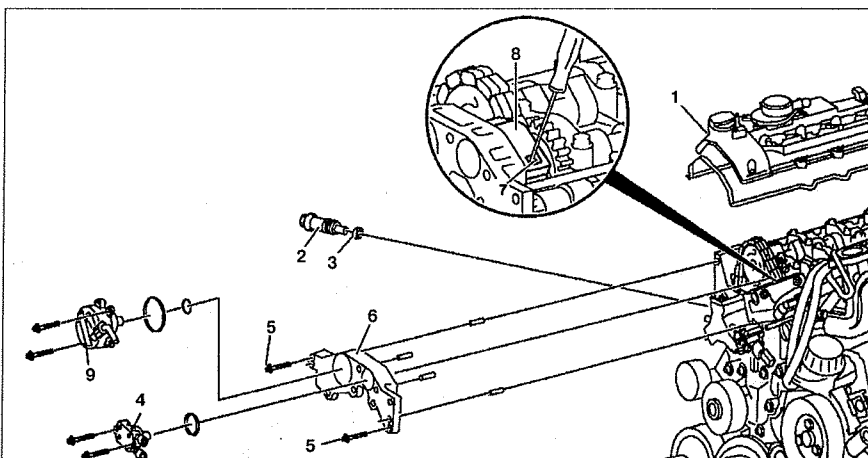

Рис. 5.11. Передняя крышка головки блока цилиндров:
1. Снимите крышку головки блока цилиндров 1 (см.рис.5.11).